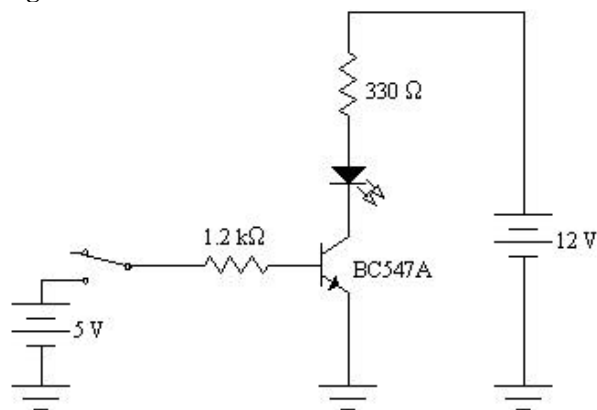

Figura 2
7.1. Arme el circuito de la Figura 2.